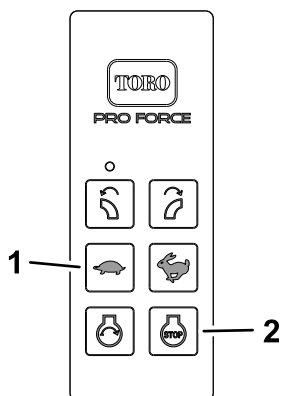

Рисунок 20
1. Нажмите кнопку УМЕНЬШЕНИЕ ЧАСТОТЫ ВРАЩЕНИЯ двигателя (Рисунок 20) на ручном пульте дистанционного управления, чтобы снизить частоту вращения двигателя (приблизительно до 3/4 от максимальной).
2. Нажмите кнопку ОСТАНОВ ДВИГАТЕЛЯ (Рисунок 20).